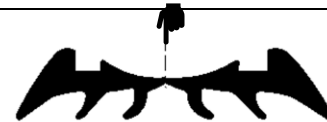

Abb.50.1
- Keildichtungen mittig trennen! (Abb.50.1)